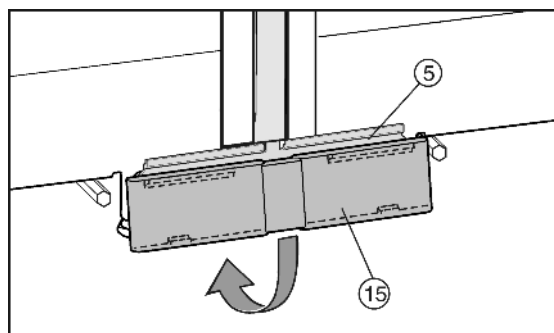

Fig. 11
- ▶ Die untere Abdeckung Fig. 11 (15) von oben auf das Verbindungsblech Fig. 11 (5) aufsetzen und unten einrasten.